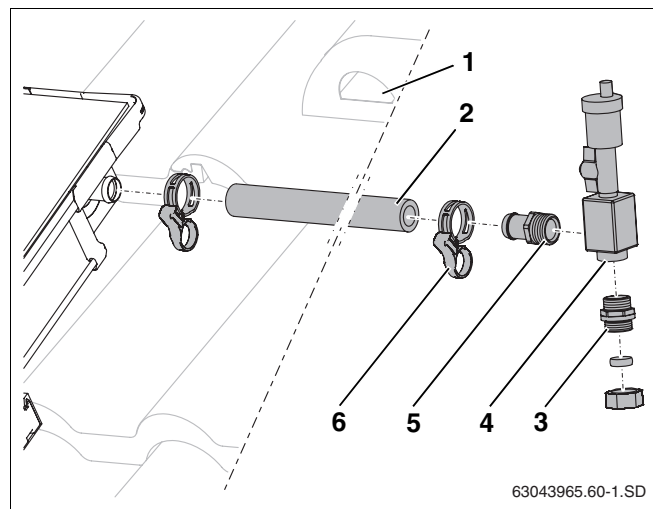

Рис. 56 Подключение шланга солнечного коллектора к штуцеру подающей линии
- Надеть длинный шланг (1000 мм, рис. 56, **поз. 2**) на штуцер для подключения подающей линии и зажать пружинным хомутом.
- Провести шланг солнечного коллектора вместе с кабелем датчика через черепицу с вентиляционным отверстием (рис. 56, **поз. 1**) и изоляцию кровли.
- Прикрутить наконечник $R\frac{3}{4}$ с кольцом (рис. 56, **поз. 5**) и двойной ниппель с кольцом (рис. 56, **поз. 3**) к воздухохоборнику (рис. 56, **поз. 4**).
- Вставить наконечник шланга до упора в шланг солнечного коллектора и закрепить пружинным хомутом (рис. 56, **поз. 6**).
- Подключить сборную линию к резьбовому соединению с зажимным кольцом (рис. 56, **поз. 3**).